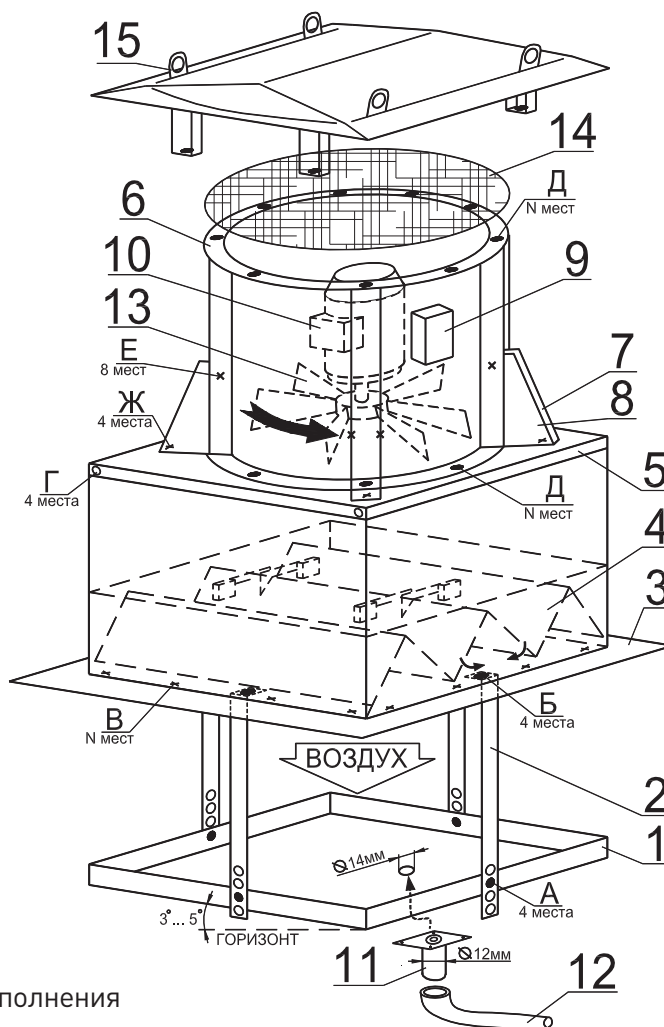

Рисунок 16. Схема монтажа вентилятора крышного исполнения
Клапан крепится непосредственно к стакану монтажному до его установки на кровлю здания (см. рисунок 16).
Клапан крепится на штатные «глухие бонки» во фланце стакана (поз. В, рис. 16).
Верхние концы подвесов поддона (поз.2) крепятся на штатные «глухие бонки» во фланце стакана (поз. Б, рис. 16).
Нижние концы подвесов поддона (поз.2) крепятся на штатные отверстия в бортах поддона (поз. А рис. 16).
Поддон рекомендуется устанавливать с небольшим наклоном в удобную сторону слива (см. рисунок 16) для чего в планках подвеса (поз.2) сделан ряд отверстий для регулировки его крепления по высоте.
Для установки на поддон сливного патрубка (поз.11) для отвода конденсата необходимо в месте его размещения на дне поддона просверлить отверстие $\varnothing 14\text{мм}$ (см. рисунок 16). Крепление патрубка осуществляется прилагаемыми саморезами снизу (уплотнительной прокладкой к поддону). Дополнительной герметизации патрубка не требуется.
Вентилятор монтируется на стакан посредством установки через опорную плиту (поз.5, рис.16). Порядок монтажа:
1. Опорная плита крепится к вентилятору по его нижнему фланцу (поз. Д, рис.16).
2. Для вентиляторов типоразмеров 63 и выше в комплект плиты опорной дополнительно входят уголки усиления (рис.16, поз.7 и 8), крепление которых производится после установки вентилятора на плиту.
- крепление уголков к опорной плите производится в местах Ж (рис.16).
Левый уголок (рис.16, поз.7) устанавливается первым, правый (рис.16, поз.8) устанавливается на него сверху.
- крепление уголков к ребрам корпуса вентилятора производится в местах Е (рис.16).
- 3. Опорная плита, вместе с вентилятором, устанавливается и закрепляется на стакане на штатные «бонки» во фланце стакана (поз. Г, рис.16).
Адаптер крепится непосредственно к стакану монтажному (допускается производить монтаж клапана как до, так и после установки стакана на кровлю здания (см. рисунок 16). Обратный клапан при этом устанавливать не требуется.
Адаптер крепится на штатные «глухие бонки» во фланце стакана (поз. В, рис.16).
Противопожарный клапан крепится к отверстиям (поз. А, рис.16) индивидуальным крепежом. Диаметр отверстий А в адаптере - 11мм.